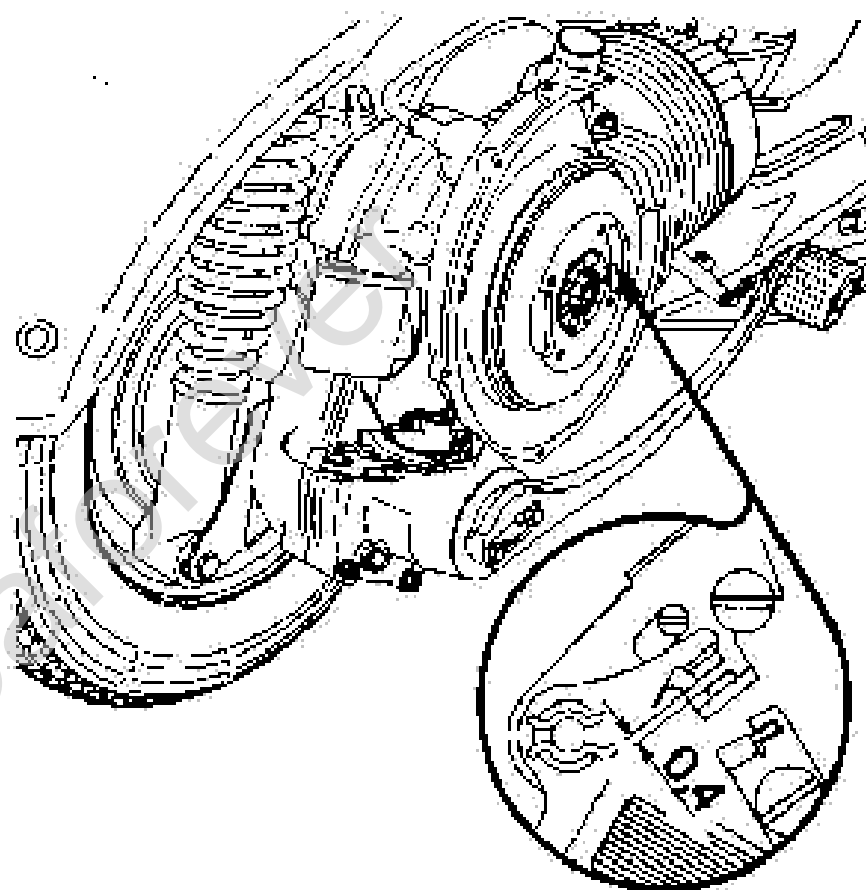

Fig. 14 - Registrazione puntine del rotore.
5) - Registrare (0,4 mm.) e pulire le puntine platinato del volano magnete (vedi fig. 14).